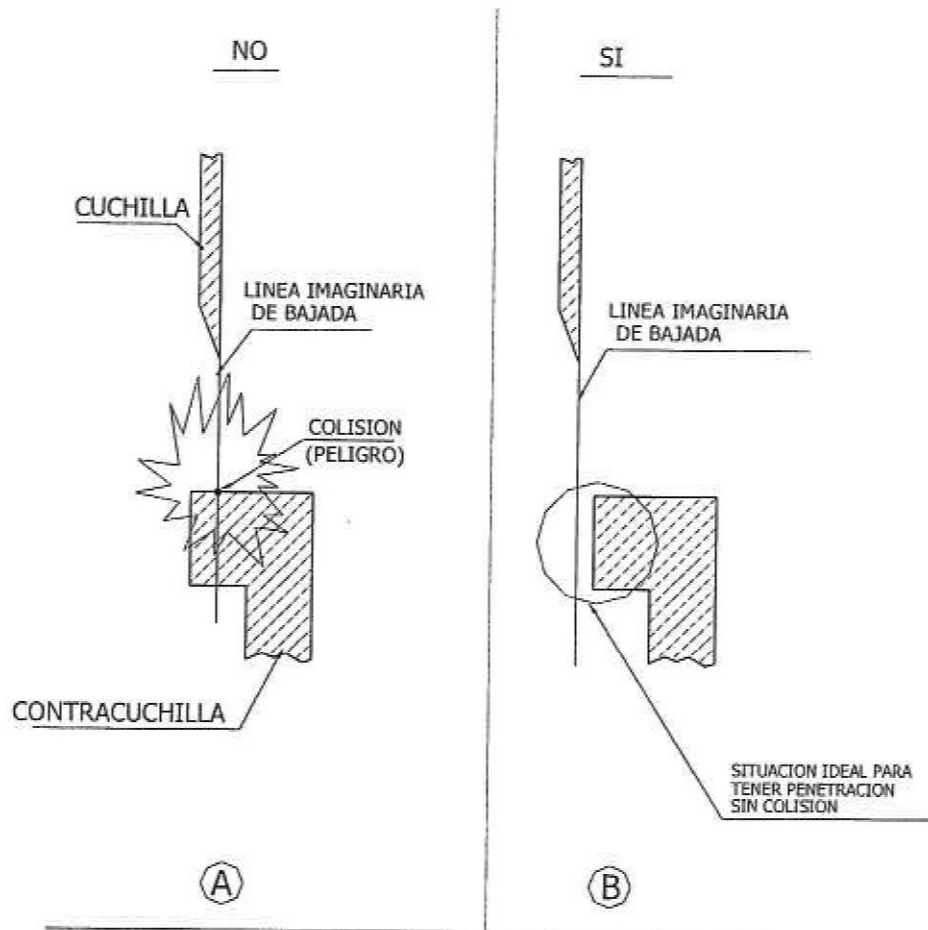

Fig. 6
Es aconsejable aplicar aire comprimido solo despues de haber efectuado un control visual entre la posición de la cuchilla y de la contracuchilla (Fig. 6).
F) controlar visualmente que entre cuchilla y contracuchilla no se realice la situación de Fig. 6^o (peligro de colisión). En caso contrario situarse en la condición de Fig. 6b.